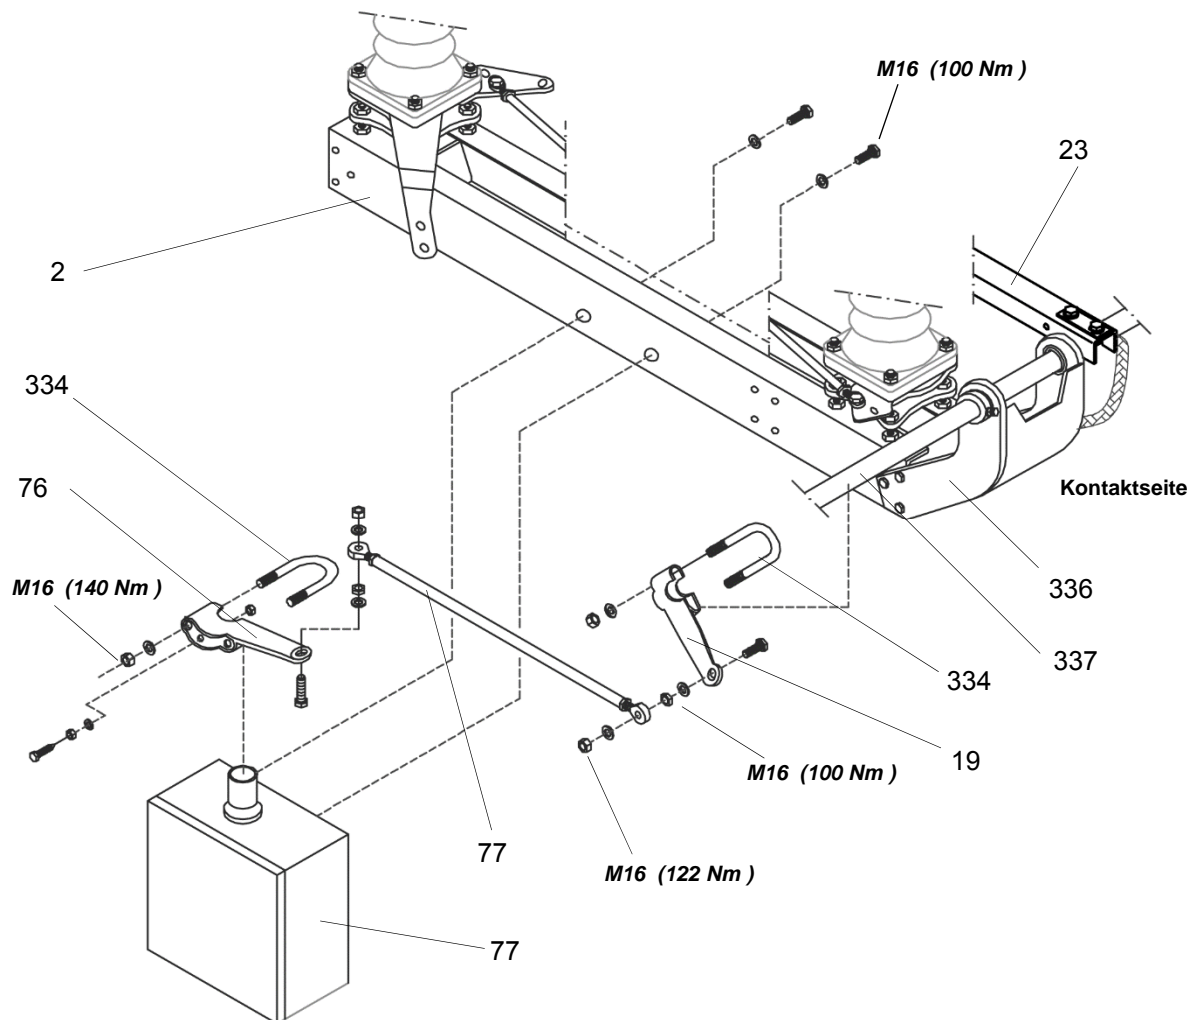

Bild 15 Montage Erdungsschalterantrieb: direkter Anbau am Rahmen
1. Spannstifte (353) mit Silikonfett fetten.
2. Erderlaschen (336) durch Einschlagen der Spannstifte (353) in Bohrungen am Profilstahlrahmen (221) in Montageposition bringen: am angetriebenen Trennschalterpol auf der Antriebsseite, sonst auf der Seite des Erderrohrs (23).
3. Erderlaschen (336) und (336a) festschrauben [Bild 15].
4. Bundlager (330) innen und Bundbuchse (331) außen mit Silikonfett fetten und mit Bundbuchse (331) montieren, dabei auf seitenrichtige Anordnung der Bundlager achten.
5. Erderwelle (337) montieren.